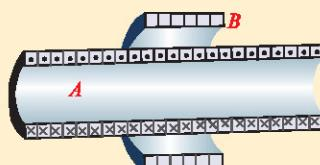

图 1-4-13 一对同轴螺线管
5. 图 1-4-13 表示一对同轴螺线管，图中线圈 A 中的电流方向用“·”和“×”表示，请画出线圈 A 的磁感线，再分析如果线圈 A 中的电流增大或减小，则线圈 B 中的感应电流分别为什么方向。